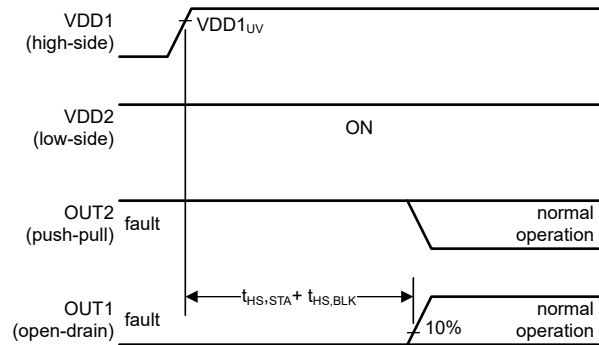

図 6-4. VDD2 がオンで、VDD1 がオンになる (遅延時間が長い)
図 6-4 では、ローサイド電源 (VDD2) がオンになった後しばらくして、ハイサイド電源 (VDD1) がオンになります。OUT1 は最初は Low 状態で、OUT2 は High 状態です (ケース (1) を参照)。ハイサイド電源が有効になった後、本デバイスが通常動作となり、出力がコンパレータの現在の状態を反映するまでに、 $t_{HS, STA} + t_{HS, BLK}$  の時間が経過します。